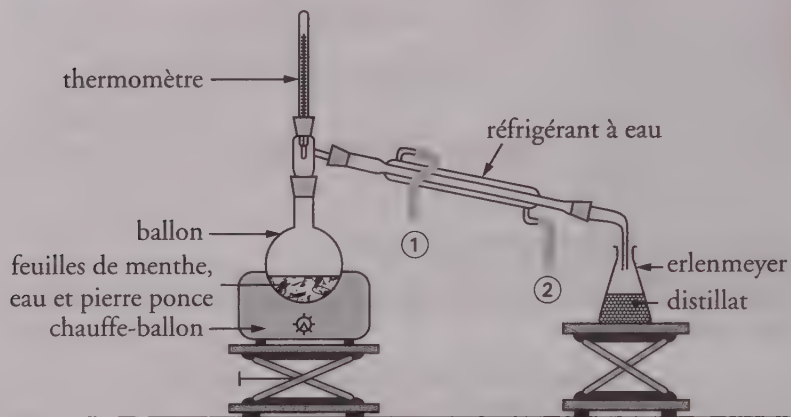

Figure 1
1 Pour extraire l'arôme naturel de menthe au laboratoire, on utilise le montage schématisé ci-dessous (figure 1).
2. Sur la figure 1, la légende ① correspond-elle à l'entrée ou à la sortie de l'eau ? Préciser le rôle du réfrigérant.